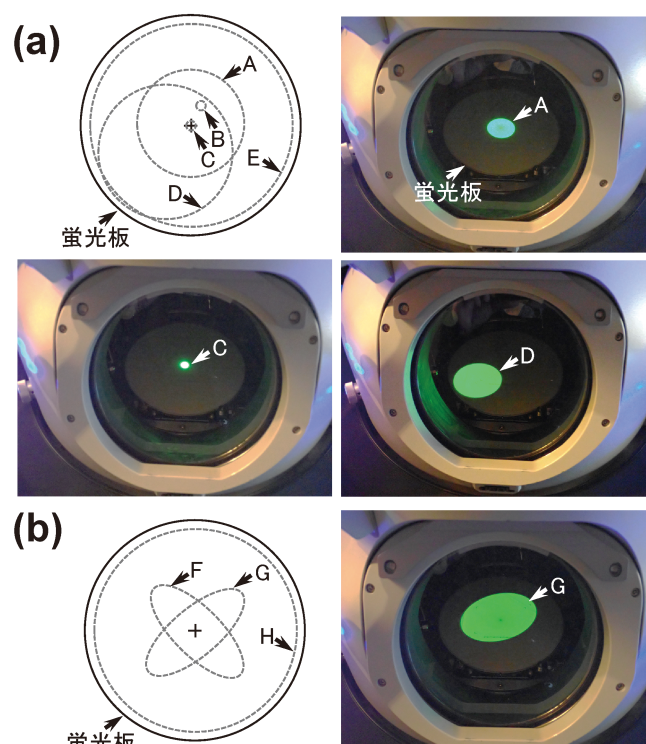

図5 (a) は集束絞りの位置調整に関する模式図と蛍光板を見下ろす方向からの写真(各写真は、模式図中に示す矢印 A, C, D の状態を示しています)。 (b) は、集束レンズの非点調整に関する模式図と蛍光板を見下ろす方向からの写真(写真は、模式図中に示す矢印 G の状態を示しています)。
**加速電圧の印加と電子線の発生：**鏡筒内が既定の真空度であること、各絞りが引き抜かれていること、対物レンズの Focus 値が基準値(基準値に設定するスイッチが用意されています)であることなどを確認します。特に対物絞りが対物レンズのギャップ内に挿入される仕様の場合には、ホルダー挿入時に互いに干渉することが考えられますので、必ず対物絞りが引き抜かれていることを確認してください。また、操作モニターを確認して、TEM 観察モードであること、スポットサイズ(Spot Size)の値†5、などを確認します。その後、加速電圧の印加、フィラメント電流の調整を行います。ただし、この方法は機種によって大きく異なりますので取扱説明書などを参考にして設定してください†6。操作モニター上に表示されるフィラメント電流値が規定値に到達したら、電子銃から電子が放出されています。倍率を低倍(1000倍程度)に変更し、Brightness ダイアルを回転させて蛍光板上まで電子線が来ているか(明るい部分が見えるかなど。図5の蛍光板上に見える明るい領域を参照)をまず確認してください。上記の操作を行っても蛍光板上に明るい領域が現れない場合には、試料の厚い箇所が電子線を遮っている可能性がありますので、試料位置を変更しながら、試料の無い(穴が開いている)箇所を探してください。試料を移動させるときには、蛍光板がより明るくなる方向へ動かしていくと、意外と簡単に穴の位置を探せます。また、100倍程度まで倍率を下げて観察ができる Low Mag モードを使用することもできます†7。試料設置時に記録したメモはこのようなときにも役に立ちます。それでも蛍光板上に明るい領域が現れない場合には、光軸が大きく狂っていることが考えられます。近年の TEM では、電磁レンズや偏向コイルなどの設定値が記録されていて、その記録ファイルを PC 上で再度読み込むことで、光軸を初期状態に戻すことができます。慌てずにこれを試してみるとよいでしょう。
平行度は向上します。目的に応じて適宜選択してください。初心者には明るい方が操作しやすいと思いますので、大きい絞り径を勧めます。Brightness ダイアルを用いて少し収束させると、集束絞りの影が見えます(図5矢印A)。この状態で、集束絞りの機械的な位置を調整するダイアルを用いて、その影を中心位置へ大よそ移動させます。その後、Brightness ダイアルを用いて電子線を収束させます。蛍光板に照射跡が残らないように気を付けましょう。この位置が蛍光板の中心位置となるように、Beam Shift で移動させます。図5矢印Cは中心位置へ移動させた状態を示しています。次に、電子線を少し広げると、集束絞り位置が適切でない場合には、図5矢印Dのように明るい領域が中心位置からずれます。この明るい領域が蛍光板の中心位置となるように、集束絞りの位置を中心位置に移動させます。集束絞り位置が適切に調整されると、Brightness ダイアルを回転させたときに、常に蛍光板の中心位置を基準として明るい領域が変化するようになります。電子銃の再調整、電圧中心や電流中心の調整、スポットサイズの変更などを行なわない限り、一度定めた集束絞りの位置は基本的にはこれ以降変更しません†9。集束絞りの調整後に、集束レンズの非点調整を行います。図5(b)を参照ください。
**対物絞りの挿入と調整：**制限視野絞りを挿入し、Brightness ダイアルで電子線を広げてから、回折モードに変更します。回折モードへ変更する前に電子線を広げておくのは、透過・回折斑点の強度を下げて、蛍光板の焼き付きを防ぐためです。回折図形の透過斑点が中心位置からずれているときには、PL alignment ダイアル(中間レンズの偏向コイル)で中心位置へ移動させます。また非点が認められるときにはIL stigma ダイアル(中間レンズの非点補正コイル)で調整します。非点調整は、電子線照射域に試料が存在しない状態にしてから、透過斑点だけを対象として行うことを勧めます。調整の方法は、図5に示した集束レンズの非点調整と同様です(調整に用いるダイアルは異なりますが)。ただし、回折斑点の強度は非常に高いため、蛍光板を焼き付けないよう十分注意してください。集束レンズの非点調整よりもやや調整しにくいと思いますが、コツとしては、IL stigma ダイアルを回転させて透過斑点が最も小さく(点状)なるように調整します†11。
図9 集束レンズの平行照射条件設定に関する模式図。図(a)、(b)中に示した蛍光板上の円は、少し収束させた電子線の照射円を示しています(例えば、図5に示したような円状の明るい領域)。電子線を収束させて、Objective lens wobblerを作動させると、(a)に示すように、照射円の径が変化しながら矢印のように振動します(振動する方向は図に示した方向とは限りません)。この状態から、Brightnessダイヤルを回転させて電子線を広げ、(b)に示すように、その径の変化が最小となるように調整します(電子線の振動が止まる状態ではありません)。この条件を維持した状態で回折図形を観察したときに、(c)に示すように、斑点がディスク状(点状ではない)に見えるときには、Diff focusダイヤルで点状になるように調整します。TEM操作に慣れるまでは、照射領域を大きく広げて回折図形を撮影しても構いませんが、この時には、カメラ長の誤差が数%程度増加することを覚えておきましょう(透過波と回折斑点間距離の誤差が僅かに増加します)。